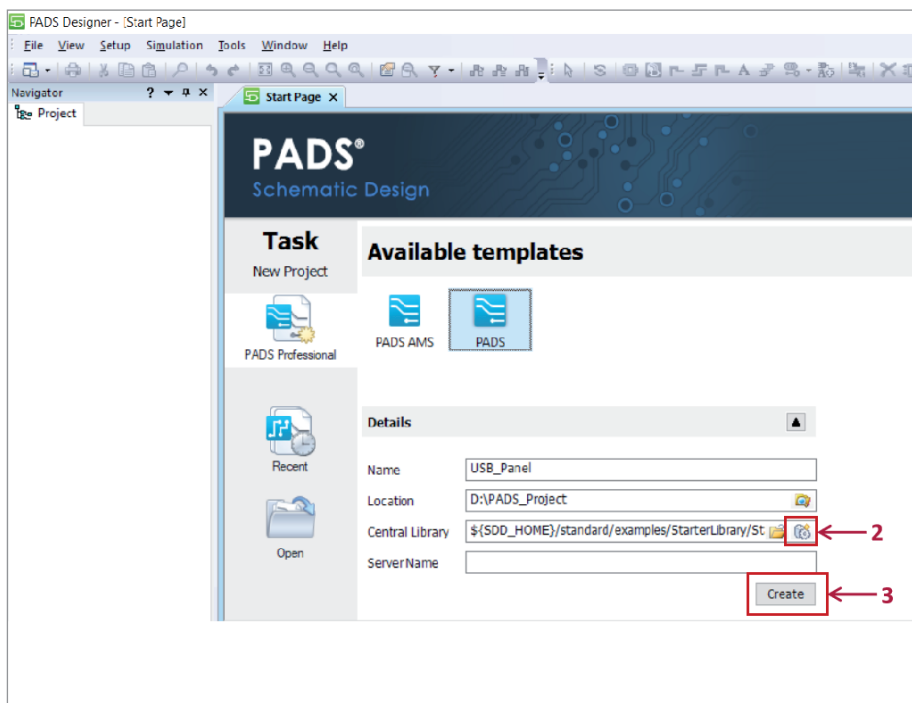

Рис. 3
- далее указываем название самого проекта и нажимаем *Create* (рис. 3).